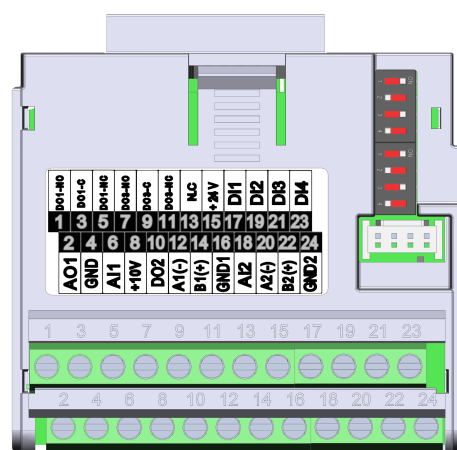

Figura 19.4: Módulo Plug-in CFW500-CRS485
O módulo plug-in CFW500-CRS485 tem a interface Serial (1) através da porta RS-485 nos bornes 12 (A1-) e 14 (B1+), bem como a interface Serial (2) também através de outra porta RS-485 nos bornes 20 (A2+) e 22 (B2+), veja Figura 19.4 na página 19-1. Veja também, o GND1 no terminal 16 e GND2 no terminal 24 estão isolados um do outro e do GND no terminal 16.